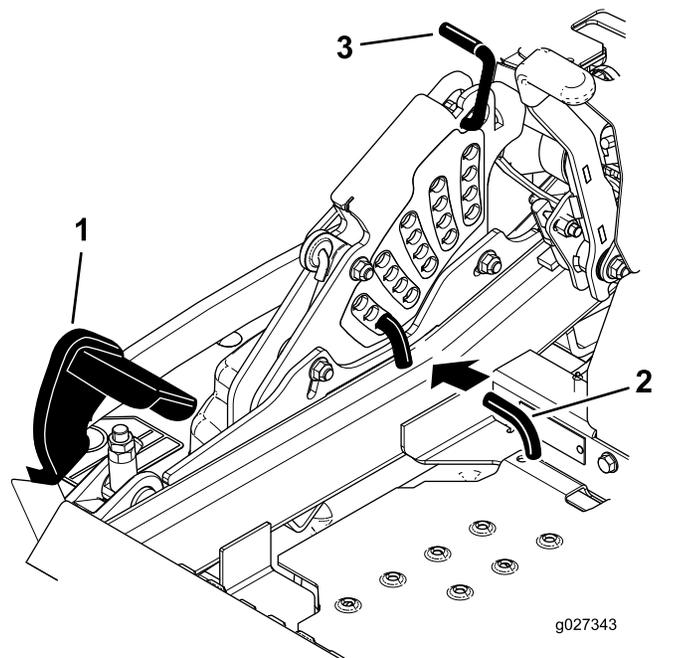

Figure 96
5. Enfoncez la pédale de levage du tablier de coupe au maximum pour verrouiller le tablier à la position transport de 14 cm (5,5 po) (Figure 96).